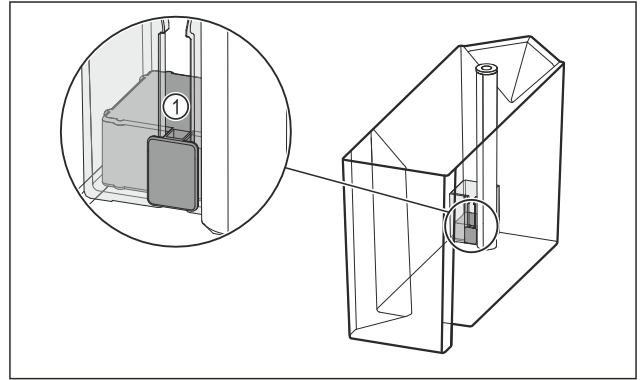

Fig. 100
- ▶ Provjerite je li plovak Fig. 100 (1) zaglavljen.